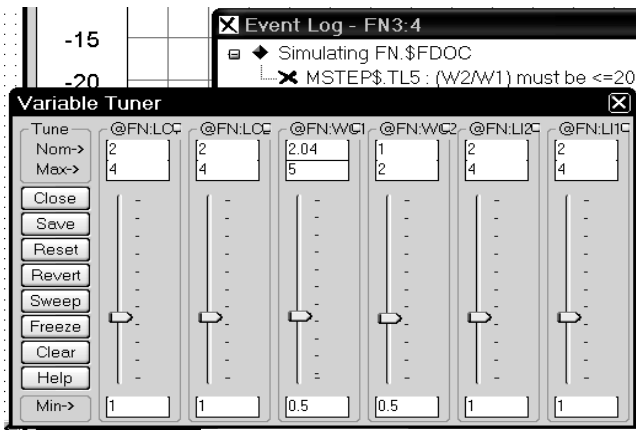

Рис. 2.5
- Щёлкните по значку **Tune** на панели инструментов. В открывшемся блоке настройки сдвиньте движок у переменной **WC1** в сторону увеличения (вверх). При значении этой переменной больше 2-х анализ прекращается и появляется окно с сообщением об ошибке (рис. 2.5). Это объясняется тем,